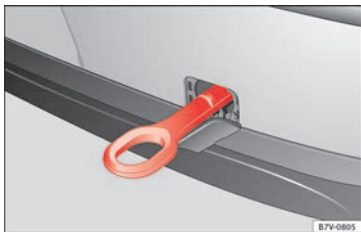

Fig. 105 Sur le pare-chocs arrière, côté droit : œillet de remorquage vissé.
Le logement de l'œillet de remorquage à visser se trouve sur la partie droite du pare-chocs arrière » **fig. 105**. Sur les *véhicules équipés d'un dispositif de remorquage monté d'usine*, **aucun** logement pour visser l'œillet de remorquage ne se trouve derrière le cache. Pour remorquer, monter et utiliser la rotule » **page 254**, » ❶.